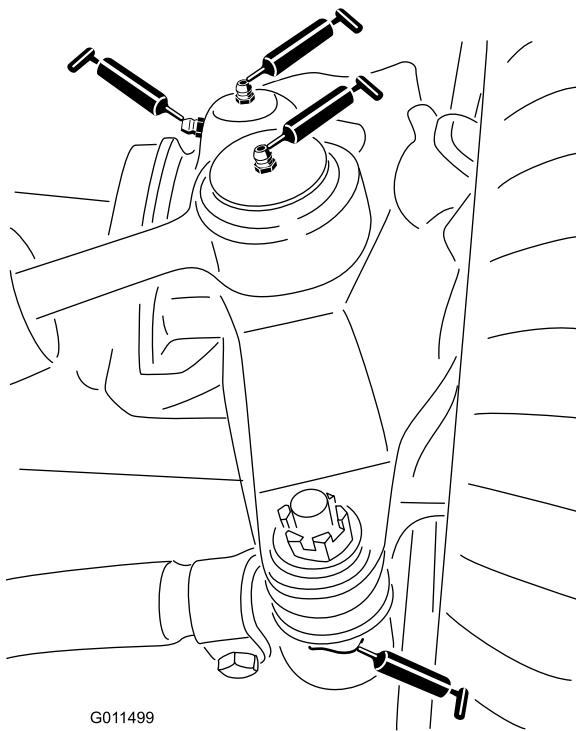

Figura 38
- Duas rótulas esféricas do cilindro da direção (Figura 38)
- Duas rótulas esféricas da barra de ligação (Figura 38)
- Dois casquilhos do pino principal (Figura 38).